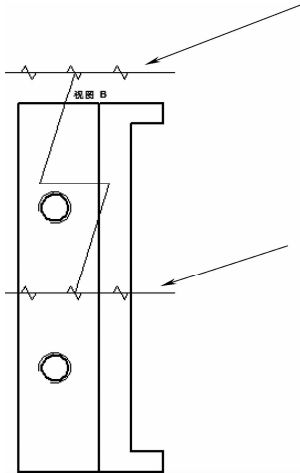

图 9-181 添加断裂线
- (2) 设置断裂线属性。在【添加断裂线】命令条中单击【水平截断】按钮，在【添加断裂线】命令条中单击  按钮，然后在下拉列表中选择【长弯】选项。
- (3) 设置断裂线位置。移动鼠标在图纸上显示出一条直线，绘制第一条断裂线和第二条断裂线，如图 9-181 所示。